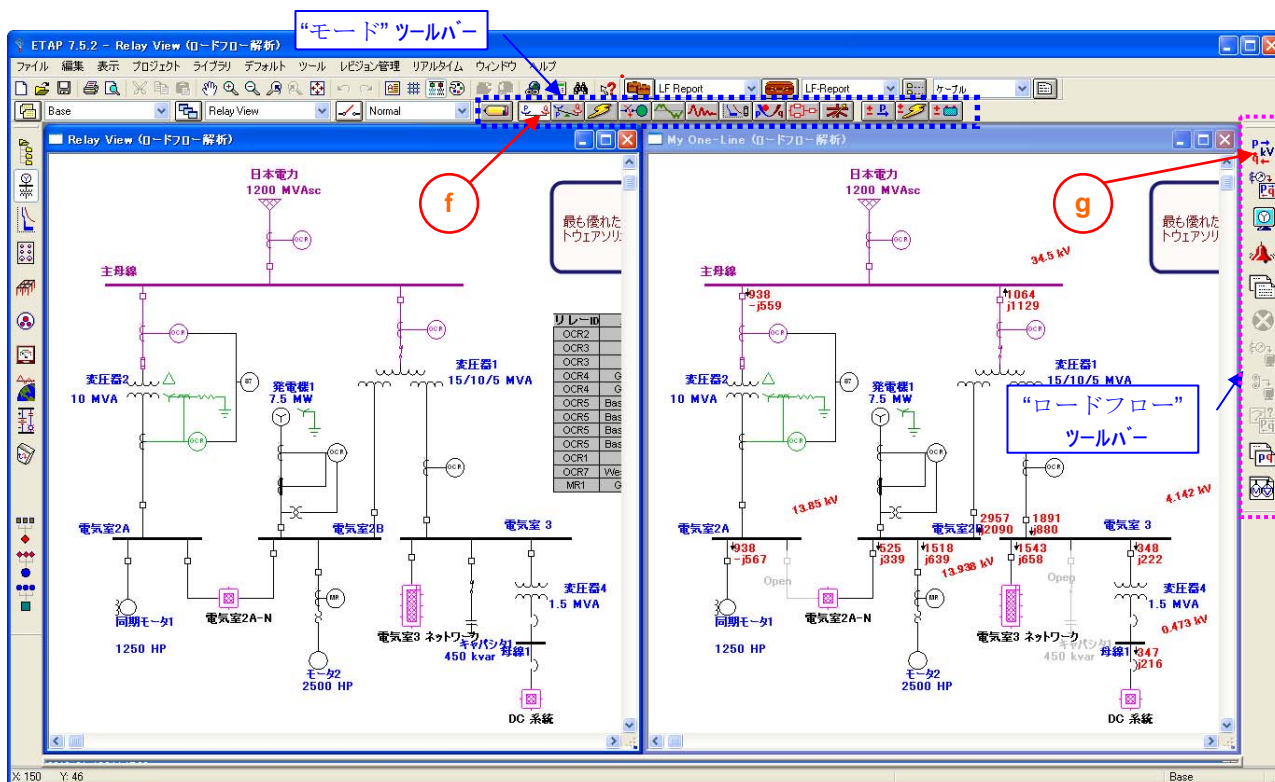

図 2
- “My One-Line” ダイアグラムのウィンドウをアクティブにして、アイコン  をクリック、ロードフロー スタディ モードを有効にします。図 2 参照
- 右側の“ロードフロー” ツールバーでアイコン  をクリックし、ロードフローを実行します。“出力レポートファイル名”を入力して（このままでも良い⇒結果が上書きされます）、“OK” ボタンをクリックします。単線結線図に“Stage 1” のシステム構成に基づくロードフローの結果が表示されます。図 2 参照